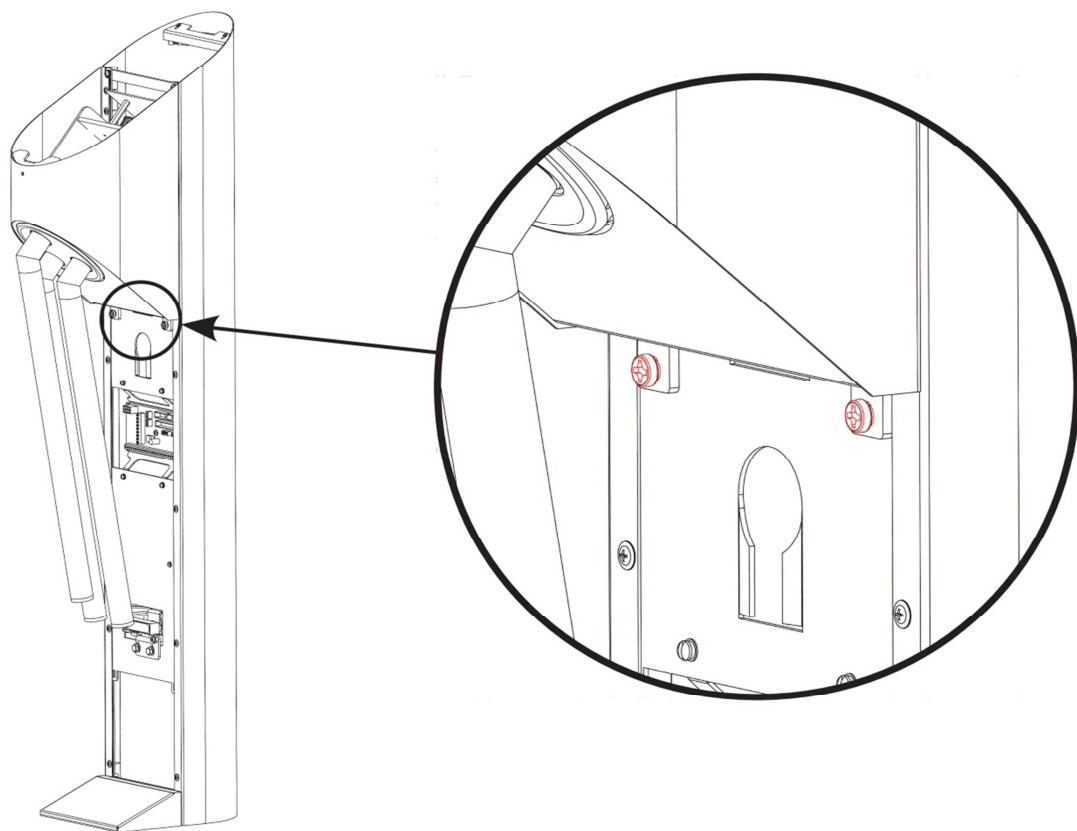

Рис. 7. (изображена центральная стойка турникета)
- отверните 2 винта M6 DIN7985 (рис. 7);